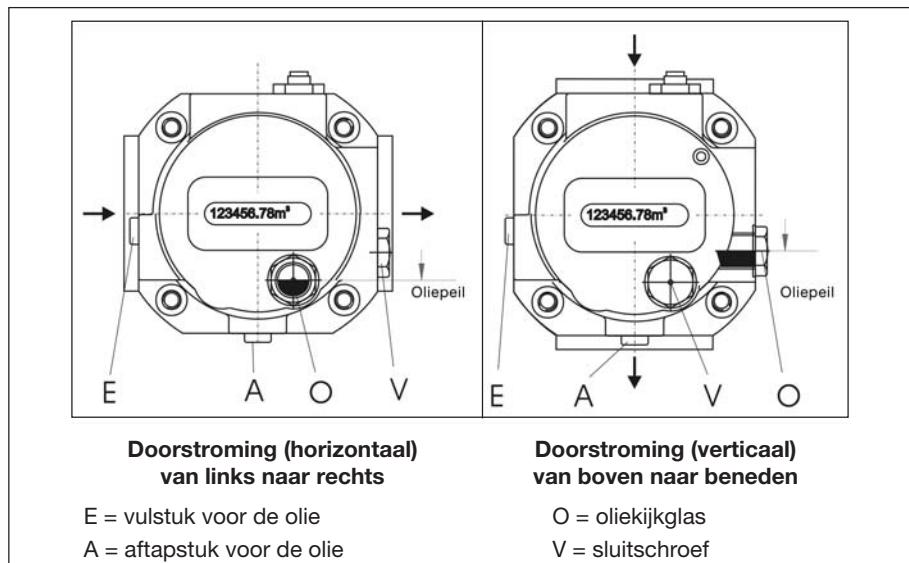

Fig. 7: Horizontale en verticale inbouwpositie, vullen met olie en oliepeilweergave, **type RVG-ST**
- Bij **horizontale doorstroming** staan er twee olietappalen E of V ter beschikking. De aftapopening A bevindt zich op het laagste punt. Het olietappalglas O bevindt zich aan de voorkant van de meter onder het telwerk (fig. 7 links).
- Bij **verticale doorstroming** staat alleen olietappening E ter beschikking. De aftapopening A bevindt zich op het laagste punt. Het olietappalglas is nu rechts op het voorste deksel van de behuizing ondergebracht (fig. 7 rechts).